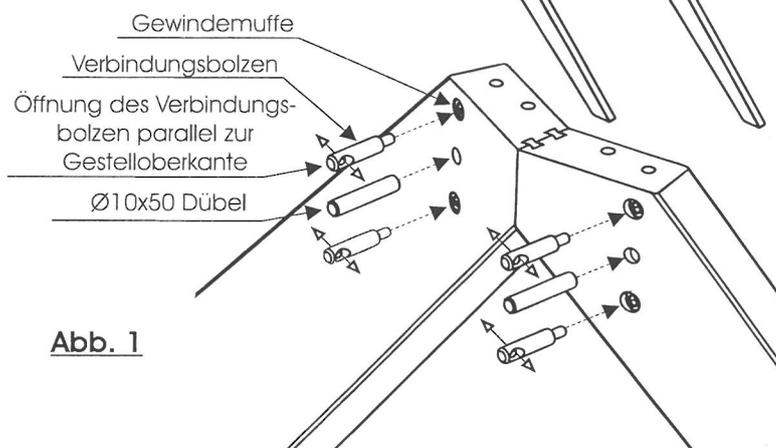

Abb. 1
- Drehen Sie in beide Fussgestelle die Verbindungsbolzen ein. Die Bolzen werden in die Gewindemuffen des oberen, mittleren Bereichs des Stollens eingeschraubt. Achten Sie darauf, dass die Öffnung der Bolzen parallel zur Gestelloberkante gerichtet ist. Drücken Sie zudem in jedes Gestell zwei Ø10x50mm Dübel ein. (Abb. 1)